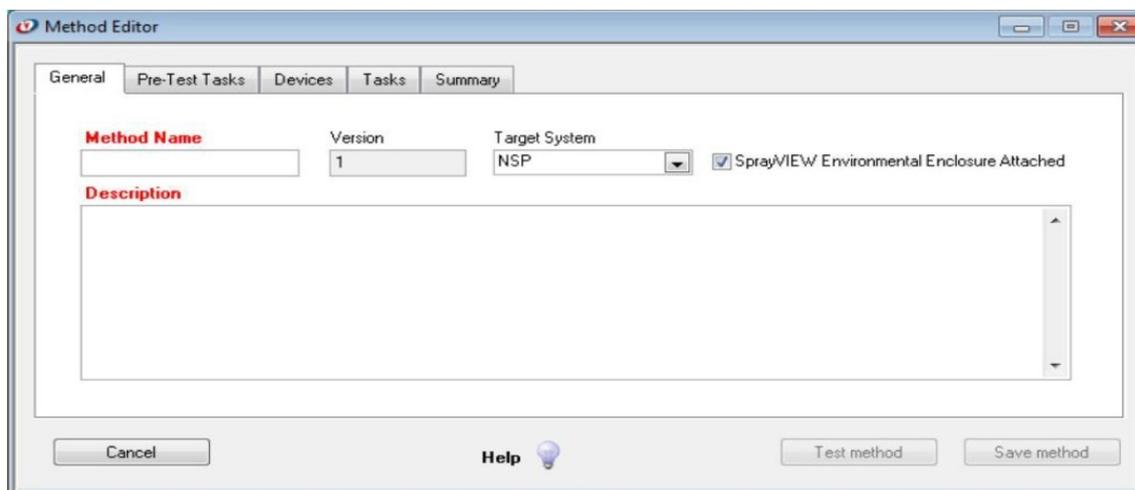

Figura 68. Editor de métodos: Guia Geral.
a) Veja que a guia *General*, geral do *Method Editor*, editor de método conforme Figura 68 abaixo, exige que insira certas informações específicas sobre o método a ser criado/executado. Também exige que selecione o sistema Proveris no qual executará o método.